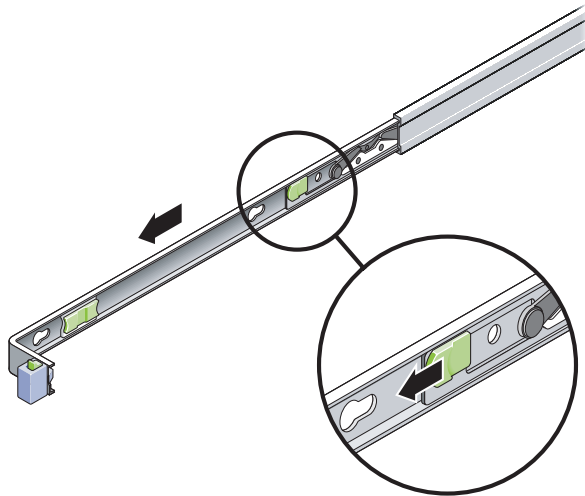

FIGURE 3-24 Emplacement du bouton de déverrouillage du support de montage
- c. Faites glisser le bouton de déverrouillage du support de montage dans le sens indiqué dans la FIGURE 3-24, puis faites glisser le support de montage hors du rail coulissant.